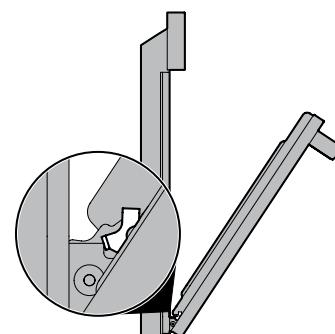

Figure 29: Desbloqueo de la bisagra de la puerta
3. Sujete la puerta por los lados y cierre la puerta hasta que el marco de la puerta haga contacto con las bisagras desbloqueadas ("Figure 29: Desbloqueo de la bisagra de la puerta").
2. Sostenga la puerta del horno en el mismo ángulo que la posición de remoción (Figure 29). Coloque con cuidado las palancas de las bisagras en el marco del horno hasta que sienta que estas están asentadas sobre las muescas de las bisagras. Los brazos de las bisagras deben estar completamente apoyados en las muescas de las bisagras antes de poder abrir la puerta del horno por completo.